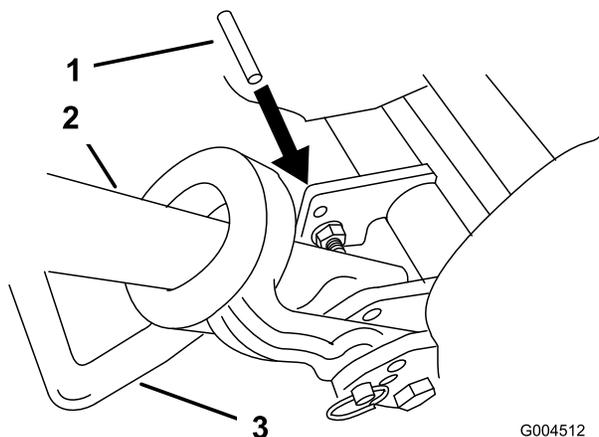

Bild 51
2. Lassen Sie den Ständer ab. Setzen Sie einen Stift oder etwas Äquivalentes mit einem Durchmesser von 6,4 mm in das Rahmenloch über dem Ständerbefestigungsbolzen ein (Bild 51).